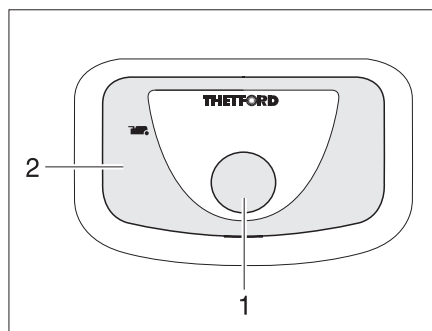

Bild 150 Spülknopf/Kontroll-Leuchte Thetford-Toilette
- Zum Spülen den blauen Spülknopf (Bild 150,1) drücken.
Die Kontroll-Leuchte (Bild 150,2) leuchtet, wenn die Thetford-Kassette entleert werden muss.
- Den Schieberhebel (Bild 150,1) im Uhrzeigersinn schieben. Der Schieber wird geschlossen. Zum Entleeren **muss** in der Thetford-Toilette der Schieber geschlossen sein.
- ▷ Nachdem der Wassertank entleert wurde, den blauen Spülknopf (Bild 150,1) mehrere Male betätigen, bis kein Wasser mehr aus dem Spülkasten austritt.